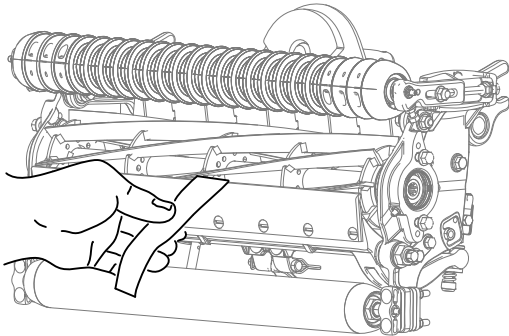

图 10
12. 在滚刀与底刀间插入一长条 Toro 剪切性能纸纸要与底刀垂直检测剪切性能 图 10。